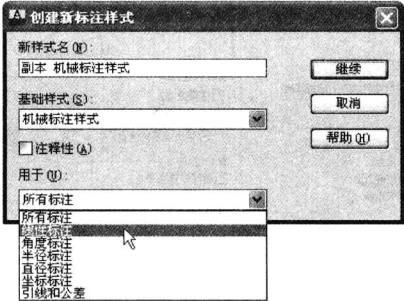

图 1-23 选择适用的标注
- 1. 在“标注样式管理器”对话框的“样式”选项栏中选中“机械标注样式”，单击“新建”按钮，弹出“创建新尺寸样式”对话框，在“用于”下拉列表中选中“线性标注”选项，如图 1-23 所示。
项,如图 1-23 所示。